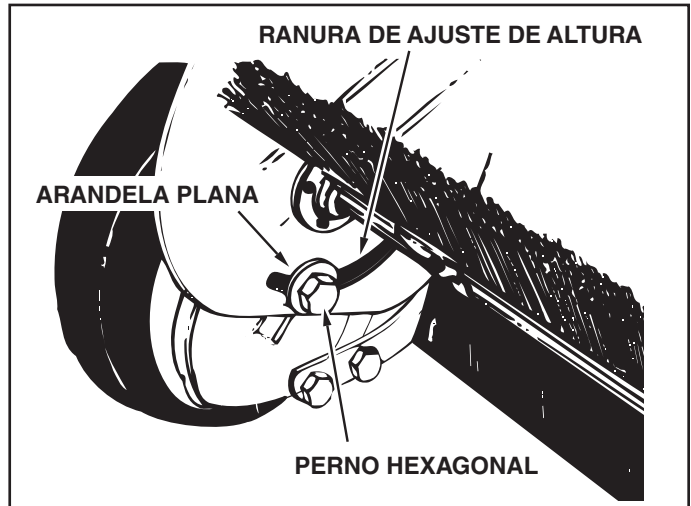

FIGURA 19
2. Haga una revisión para verificar que no haya partes dañadas, como los cepillos y las ruedas. Vea la figura 19.